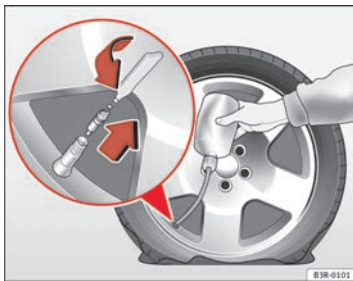

Abb. 189 Reparatur durchführen
- Die Reifenventilkappe abnehmen und den Ventileinsatz mit dem beiliegenden Werkzeug herausschrauben ⇒ Seite 265, Abb. 189.